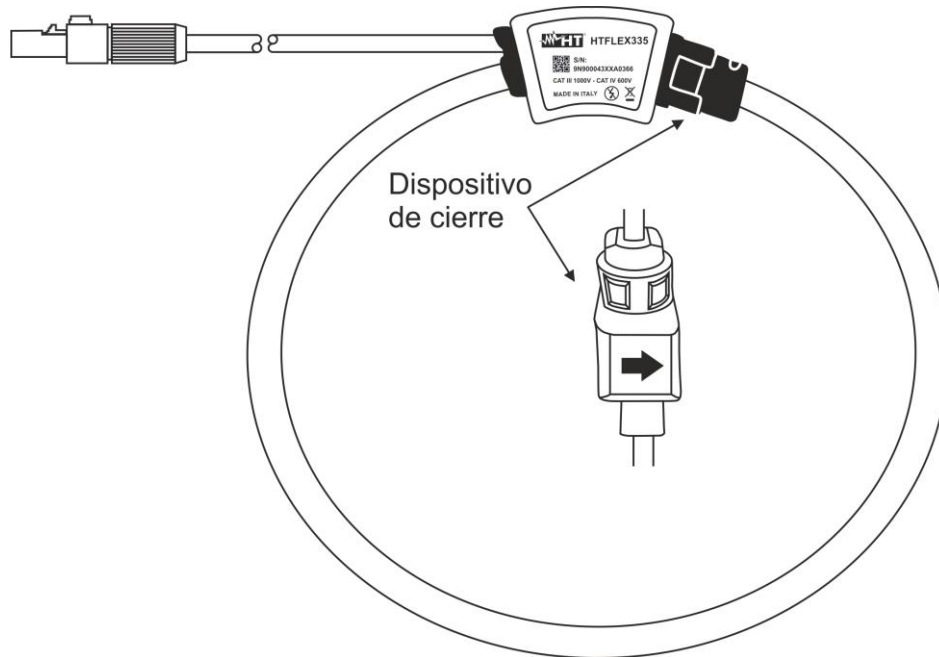

Fig. 2: Descripción de la pinza flexible
La pinza flexible, ligera y flexible, es un transductor de corriente que puede ser envuelta alrededor de la mayor parte de los conductores. El transductor tiene una curvatura predefinida que permite maniobrar con facilidad alrededor de los conductores (ver Fig. 2). La versatilidad aplicativa y el grado de aislamiento diferencian la pinza flexible de los otros métodos de medida de corriente. El transductor de medida está construido utilizando materiales no ferrosos, minimizando en tal modo cualquiera influencia para acoplamiento magnético sobre el circuito bajo prueba.
La pinza flexible a diferencia de la mayor parte de los actuales TA, ha sido proyectados para permitirle al operador de posicionarla alrededor del conductor sin interrumpirlo. Aunque la salida de la pinza flexible sea CA, en algunos casos puede ser necesario orientar el transductor de modo tal que a los terminales de salida la polaridad sea definida (Ejemplo: medidas de potencia). Éste puede ser hecho instalando el transductor alrededor del conductor prestando atención a la flecha impresa sobre el dispositivo de cierre (ver Fig. 2) dirijase en la dirección dónde, circula la corriente, o bien del generador a la carga. Cuando se realicen medidas sobre instalaciones trifásicas, es además necesario respetar la correspondencia entre la sonda voltiamperimétricas del instrumento de medida conectado y el transductor de pinza relativos a la misma fase.
1. Envolver la bobina alrededor del conductor, uniendo los dos extremos de la pinza, respetando la flecha en la parte trasera del dispositivo de cierre (ver Fig. 2) que indica, por convención, la dirección de la corriente desde el generador a la carga